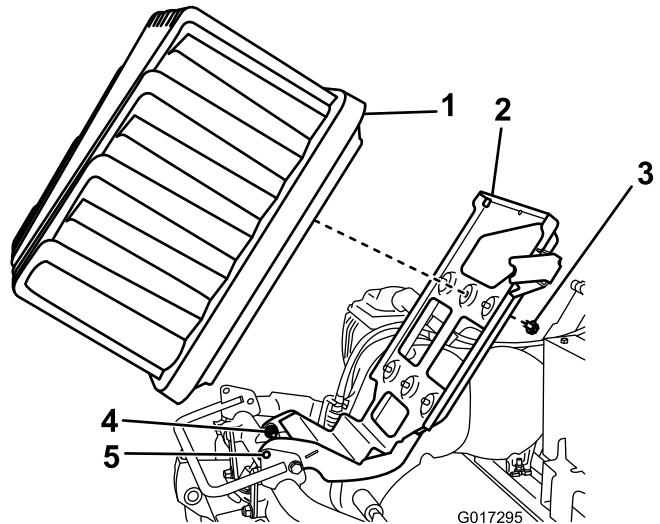

図 9
5. ピボットボルトとナット (2組) それぞれを半回転ずつゆるめる (図 9)。
6. バッテリープラットフォームを上昇させて、ベースとフレームのロック穴をそろえる (図 9)。穴がそろったら、ドライバーなどを差し込んでプラットフォームを上昇位置に保持する。